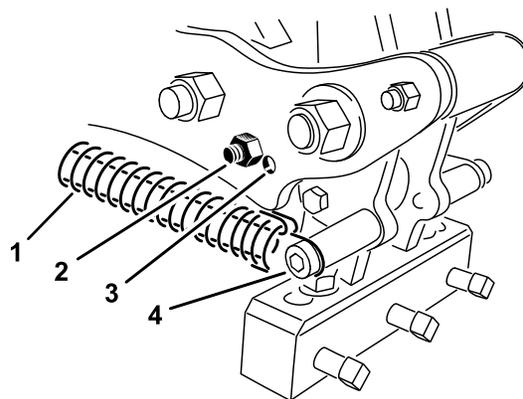

Bild 37
Stellen Sie den Tines-Winkel abhängig von der Tines-Länge mit den 2 Einstelllöchern im Verbindungsarm ein. Diese Löcher sind nur Voreinstellungen. Bei der Verwendung von Tines in der Größe von 17,5 mm bis 25,4 mm, positionieren Sie den Aufnahmeanschlag so nah wie möglich an der Tines-Aufnahme. Sie müssen möglicherweise die andere Position verwenden: aufgrund von unterschiedlichen Bodenbeschaffenheiten das Loch, das am weitesten von der Aufnahme entfernt ist (Bild 37).
- Lösen Sie die Federspannung zur Tines-Aufnahme (Bild 37).
- Entfernen Sie die Anschlagschraube und den Anschlag vom Verbindungsarm und setzen sie wieder in das andere Einstelloch ein (Bild 37).